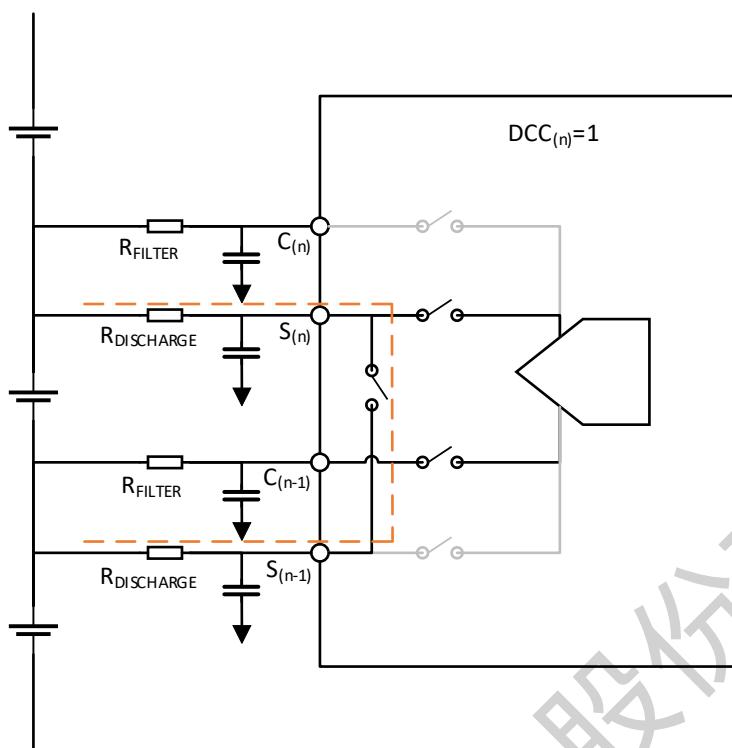

图 4-17 使用 ADSC 命令诊断故障
系统使用 ADSC 命令来诊断可能影响平衡操作的感测线阻抗变化。连接器或放电电阻器阻抗的变化可能影响平衡电流, 并指示部件退化和潜在故障。ADSC 命令测量 Sx 引脚和 C (x-1) 引脚之间的电压。测量结果存储在电池诊断寄存器组中。图 4-17 显示了 ADSC 命令可以检测到的故障。放电期间, 电池的串联电阻 (R) 约为  $R \approx 2 \times R_{\text{DISCHARGE}} + R_{\text{DS(ON)}}$